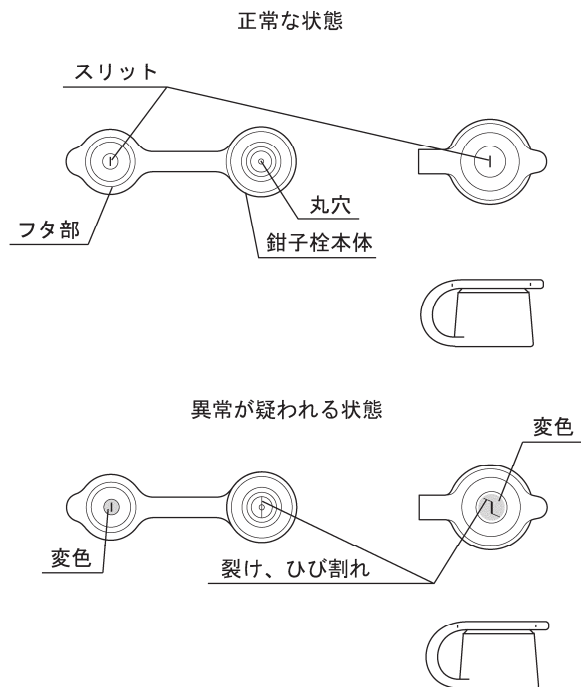

図 13
- ・鉗子栓のフタ部のスリットまたは鉗子栓本体の丸穴に裂け、ひび割れ、変形、変色などの異常がないことを目視で確認すること。異常がある状態で使用すると吸引機能の低下をもたらすだけでなく、患者体液や汚物が鉗子栓から漏れたり、術者や患者に飛散し、感染を起こすおそれがある（図 13 参照）。